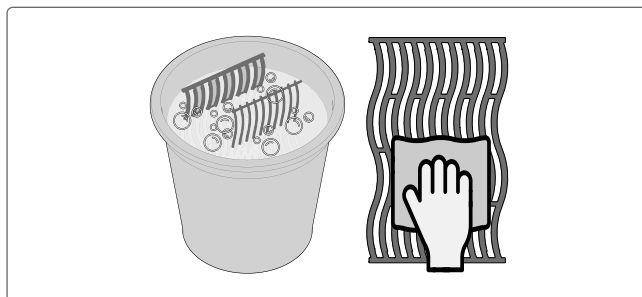

Рис. 17
2. Тщательно промойте горячей водой и полностью вытрите мягкой тканью, чтобы предотвратить ржавление (Рис. 17).